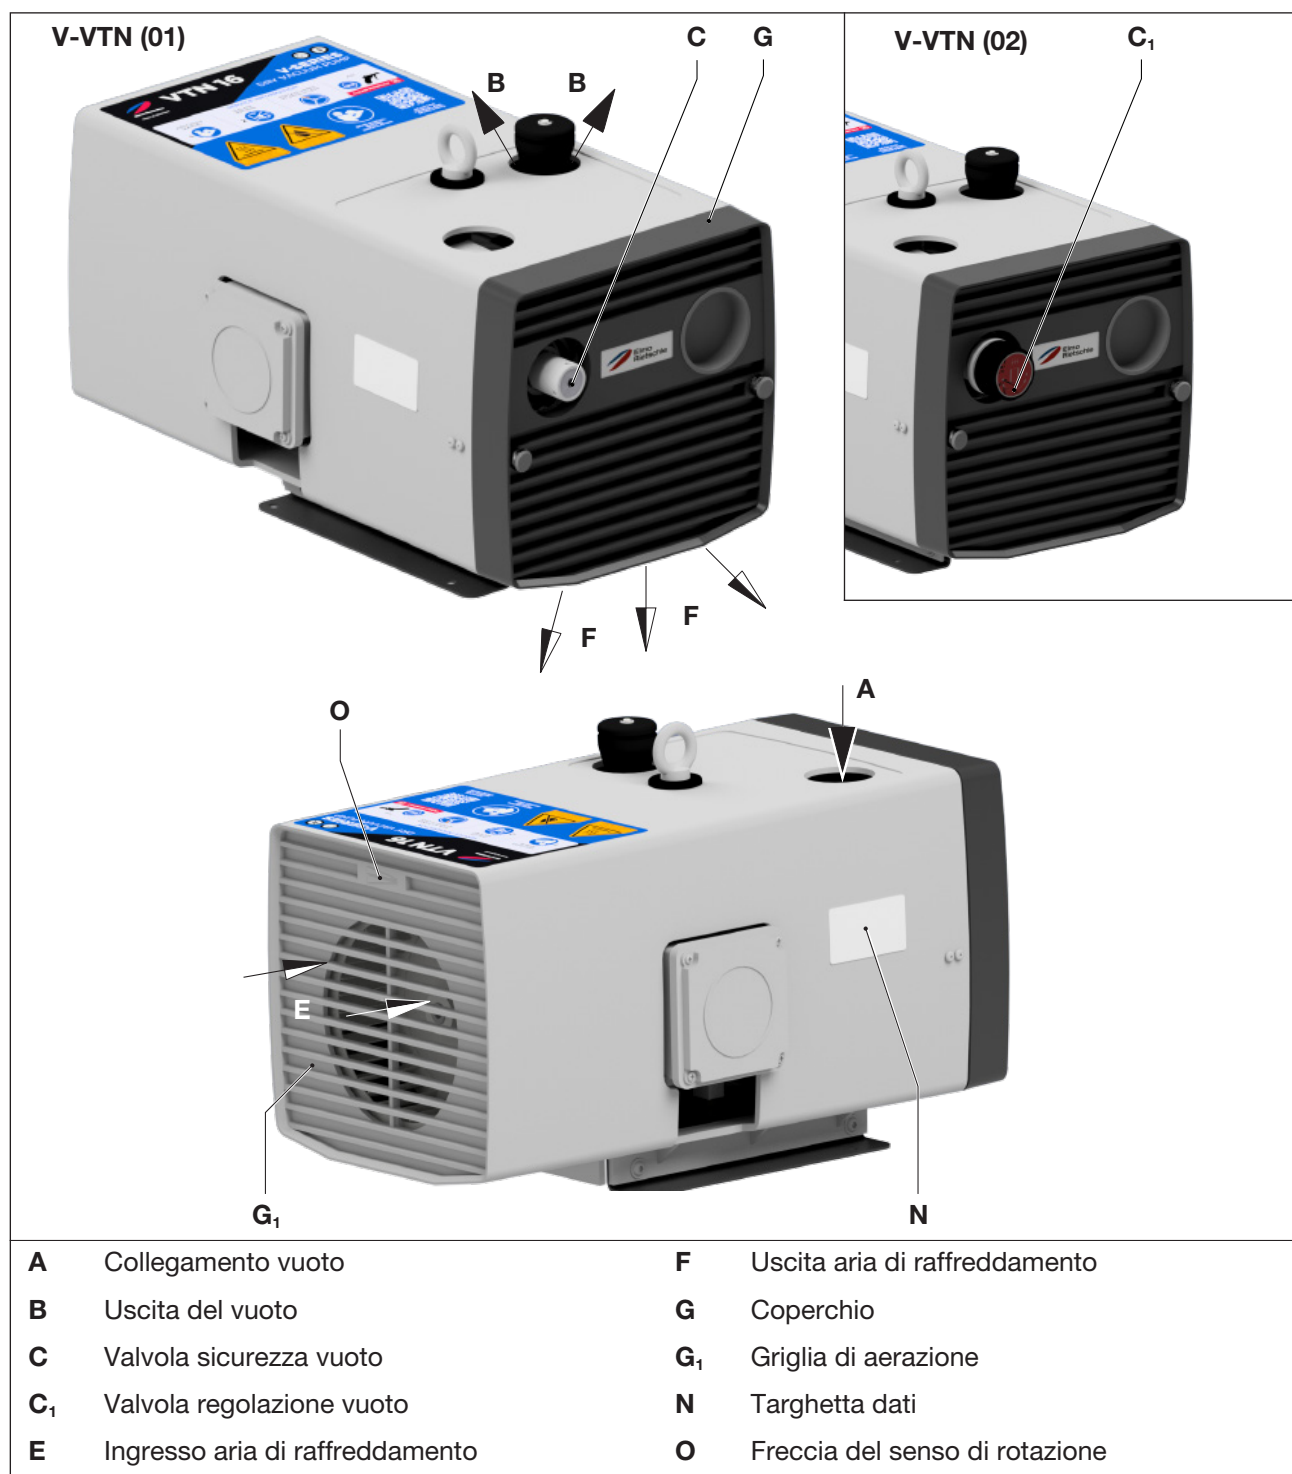

Fig. 2 Pompa per vuoto V-VTN - Variante 01 (con valvola di sicurezza) / Variante 02 (con valvola di regolazione)
- Il coperchio (Fig. 2/G) e la griglia di aerazione (Fig. 2/G₁) devono essere facilmente accessibili.
a) Rimuovere il tappo cieco dal collegamento dell'aspirazione (Fig. 2/A).
b) Collegare la tubatura sul collegamento vuoto (Fig. 2/A).
c) L'aria aspirata può essere soffiata tramite lo scarico di uscita aria (Fig. 2/B) o trasportata fuori tramite flessibile o tubazione.